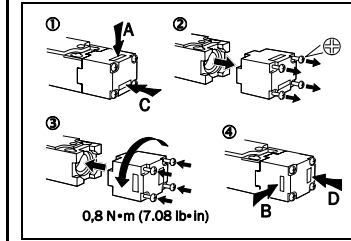

Fig. 4: Cambio de la dirección de accionamiento
- Soltar los tornillos en el cabezal del interruptor (ver Fig. 4).